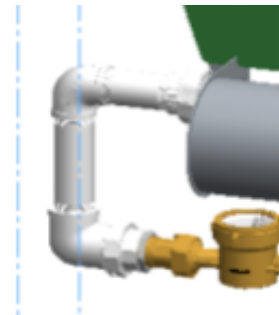

Abbildung 20.
- Befestigen Sie den Bypass am Mischbehälter an der Markierung „Water in“. **Achtung:** Der Bypass muss so montiert werden, dass er unterhalb des Mischbehälters herausragt. Siehe Abbildung 20.